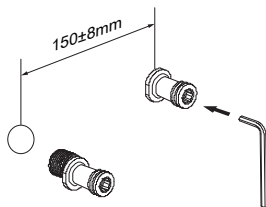

Abbildung 2
b) Wickeln Sie das Teflonband gegen den Uhrzeigersinn auf das Gewinde des G1/2"-Endes des gebogenen Anschlusses (11), verbinden Sie mit den Warm- und Kaltwasserauslässen mit einem Schraubenschlüssel. Lassen Sie eine angemessene Tiefe aus der Wand heraus und passen Sie den Abstand zwischen den 2 Anschlüssen entsprechend der Breite des Einlasses an der Thermostat-Duschstange an (Abbildung 2).